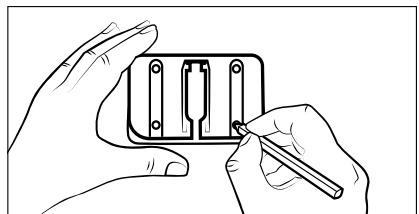

Abb. 5
- 3) Benutzen Sie die Wandhalterung **18** zum Anzeichnen der vier Bohrlöcher an der Wand (siehe Abb. 5).